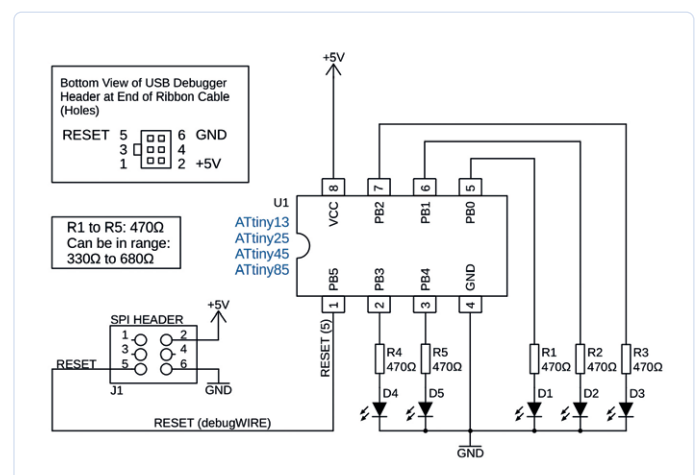
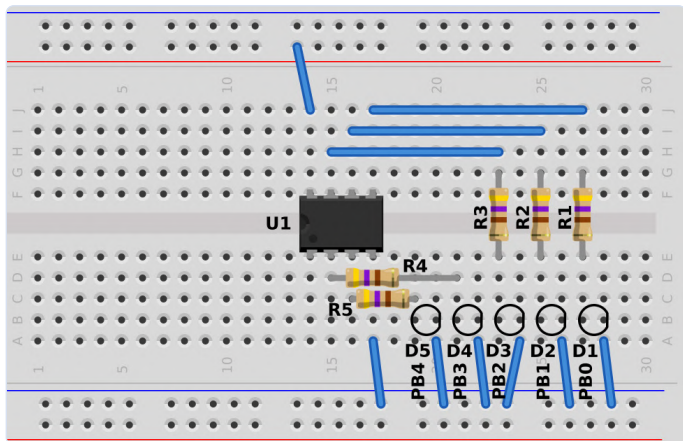

Figure 1. Schéma du circuit du compteur à cinq LED.
Figure 2. Disposition du circuit de compteur à cinq LED sur la platine à essai.
La figure 1 montre un schéma de circuit d'un microcontrôleur AVR ATtiny13(A) ou ATtiny25/45/85 avec cinq LED connectées aux broches E/S PB0 à PB4. La broche PB5 du microcontrôleur ATtiny dans le circuit est utilisée comme broche debugWIRE pour
Les programmeurs USB avec uniquement des capacités de programmation peuvent être utilisés avec le circuit de la **figure 1** pour charger le programme d'exemple qui suit et voir la valeur du compteur affichée sur les LED.
Connectez les LED comme indiqué dans la **figure 1** et la **figure 2**. Le design original du USBasp et celui de USBtinyISP sont munis de résistances de protection sur les lignes qui sortent de ces programmeurs, pour les protéger, ainsi que la puce AVR cible. L'Arduino Uno programmé comme un ArduinoISP n'a pas de résistances de protection, mais il est possible d'en ajouter sur la ligne MOSI et la ligne SCK de l'Arduino Uno dédié à l'AVR cible. Des résistances de protection de 270 Ω sont utilisées dans la conception originale de l'USBasp, et sont placées sur les lignes MOSI, SCK et RESET. Des résistances de 1,5 k Ω sont utilisées sur les lignes MOSI et RESET de la conception originale de l'USBtinyISP.
Bien que le circuit de la **figure 1** puisse être programmé à l'aide de l'interface ISP/SPI avec les LED et les résistances en série, d'autres circuits peuvent avoir du matériel qui interfère avec la programmation. Il existe différentes solutions à ce problème. Bien sûr, les lecteurs qui disposent d'un programmeur/débogueur USB doté de debugWIRE, tel que l'Atmel-ICE, peuvent simplement mettre l'AVR cible en mode debugWIRE, et ainsi utiliser une seule broche pour la programmation. Une autre solution est de programmer l'AVR sur une autre platine d'essai en utilisant ISP/SPI, et de le
On peut aussi utiliser un AVR avec plus de broches, mais celles du port libre ne correspondent pas toujours à celles du même port d'un ATtiny PDIP 8 broches. Par exemple, si l'on utilise les broches de port PBO à PB4 comme dans le circuit de la **figure 1**, on ne dispose pas de cinq broches libres consécutives sur la gamme d'AVRs ATtiny24/44/84 à 14 broches, parce que les broches ISP/SPI utilisent celles du port A et du port B. Sur la gamme ATtiny26/261/461/861 20 broches, le port A est entièrement libre avec un programmeur ISP/SPI connecté, mais cela signifie que le logiciel doit être modifié pour utiliser le port A au lieu du port B. Heureusement, la gamme ATtiny2313/4313 20 broches a les broches PBO à PB4 libres avec un programmeur ISP/SPI connecté.
Pour que le microcontrôleur puisse être programmé à l'aide d'une seule ligne debugWIRE comme le montre la **figure 1**, il est nécessaire de connecter d'abord toutes les lignes du connecteur ISP au microcontrôleur à partir du programmeur/débogueur USB, puis de configurer le fusible **DWEN** de l'AVR pour le mettre en mode debugWIRE. Votre AVR est maintenant en mode debugWIRE. Si ce n'est pas le cas, connectez votre programmeur/débogueur, tel qu'un Atmel-ICE ou un AVR Dragon, et assurez-vous que vous êtes prêt et capable de régler le fusible **DWEN**. Une fois le que le fusible **DWEN** est programmé, toutes les connexions du connecteur ISP peuvent être démontées du circuit à l'exception de RESET, +5 V (Vcc) et GND comme le montre la **figure 1**.
Si vous disposez du matériel nécessaire, construisez le circuit de la **figure 1** sur une plaque d'essai. Assurez-vous que les cinq LED sont connectées en une ligne avec les broches PBO à PB4 connectées dans l'ordre en commençant par PBO à droite. La LED D1 sera donc à droite de la rangée et D5 à gauche. Nous voulons avoir une seule rangée de LED avec PBO connecté à la LED de droite, PB1 connecté à la LED voisine de gauche, PB2 connecté à la troisième LED en commençant par la droite, et ainsi de suite, comme on peut le voir sur le schéma de la **figure 2**. L'image ne montre que les contours des LED afin qu'elles ne masquent pas les connexions des fils et des résistances. Si vous ne disposez pas du matériel nécessaire, suivez les programmes à l'aide d'un simulateur.
Créez un nouveau projet en assembleur AVR sur Microchip Studio nommé `led_count_asm`. Tapez le code montré dans le **Listage 1** dans le fichier `main.asm` du projet en remplaçant le programme de base. Si vous utilisez le matériel de la **figure 1**, sélectionnez l'outil matériel (votre débogueur), par exemple Atmel-ICE sous Microchip Studio, avec debugWIRE comme interface. Pour ce faire, cliquez sur l'icône *hammer* dans la deuxième barre d'outils supérieure. Si vous utilisez le simulateur, sélectionnez *simulator* comme outil. Si vous utilisez un programmeur « maison », poursuivez la lecture pour voir comment télécharger le programme sur l'ATtiny cible. Le programme `led_count_asm` configure les broches PBO à PB4 en
sortie de sorte que les LED associées puissent être commandées par le code. Il affiche un nombre binaire croissant, ou compte, sur les LED en commençant par 0 (représenté par toutes les LED éteintes). Lorsque le compteur atteint sa valeur maximale (toutes les LED allumées), il revient à zéro et recommence à compter. Chaque LED « éteinte » représente un chiffre binaire 0 ou un niveau bas, et chaque LED « allumée » représente un chiffre binaire 1 ou un niveau haut. Il est important de disposer les LED comme indiqué sur la **figure 2** afin que le compte s'affiche correctement avec PBo/D1 comme LSB (bit de poids faible) et PB4/D5 comme MSB (bit de poids fort) de la valeur du compteur.
Si vous utilisez le matériel de la **figure 1** et de la **figure 2**, créez le programme et téléversez-le sur l'AVR. Si vous utilisez un Atmel-ICE ou un AVR Dragon, utilisez l'icône Start Without Debugging dans la barre d'outils supérieure de Microchip Studio ou le raccourci clavier **Ctrl + Alt + F5** pour télécharger le programme dans l'AVR. Si l'interface du débogueur est correctement configurée et que la puce est en mode debugWIRE, le programme sera chargé et commencera à fonctionner. Le compte binaire incrémentiel sera indiqué par les LED. Si vous utilisez un programmeur USB *program-only*, ou un que vous avez conçu vous-même, chargez alors le programme sur l'AVR cible en utilisant la fonction appropriée. Si le circuit a été câblé convenablement, et le programme a été saisi sauvegardé et compilé correctement, vous verrez la valeur du compte binaire s'incrémenter sur les LED et vous pourrez utiliser le simulateur dans la suite.